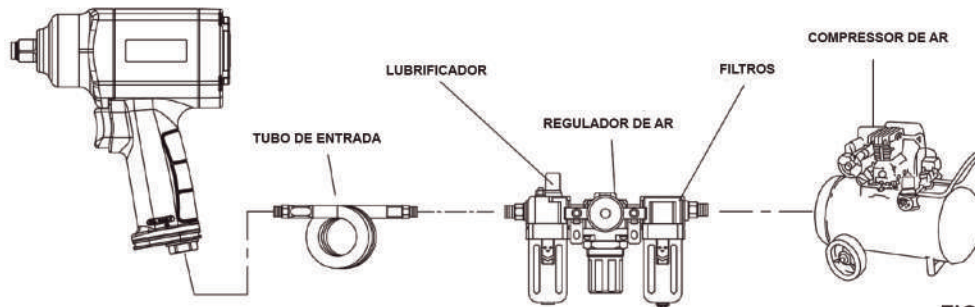

FIGURA 1
3. Para manter o funcionamento normal, por favor instalar filtros no compressor de ar, regulador de ar, lubrificador. (Ver Figura 1).